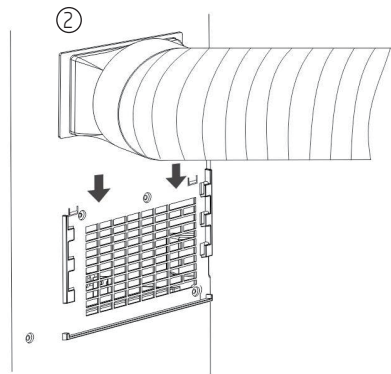

Fig. 4
3. Vendoseni skajin tjetër të zorrës së shkarkimit sa më pranë pragut të dritares (shih Fig. 4).